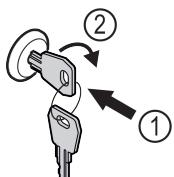

Fig. 187 Representación a modo de ejemplo
- Introducir la llave Fig. 187 (1).
- Girar la llave 90° en sentido horario Fig. 187 (2).